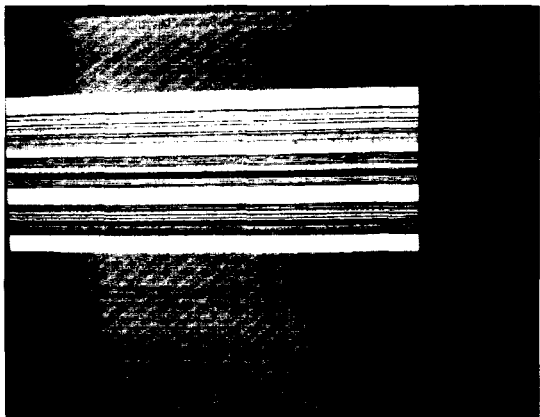

图2 探测器原始数据图
B. 扫描病人发现有大量黑白相间的斜道伪影,扫描水模也有大量黑白相间的斜道伪影,扫描水模获得原始数据,用 dita 诊断程序发现有 400 个探测器的数据全白(图2)。查看相应探测器母板,发现 +15V 电源的保险丝烧断。更换新的保险丝依然烧断,测量每一个探测器模块上的 C1 和 C2 的阻值,发现一个探测器模块上的 C1 两端阻值的为零。更换此探测器和保险管,保险管不再烧毁,扫描水模图像正常。